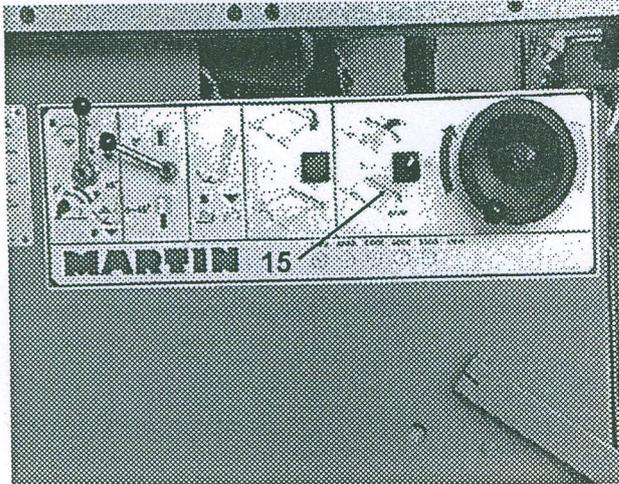

Bild 4.9
- Die Einstellung der Schnittbreite von links erfolgt durch Drehen des Handrads (Bild 4.9) nach dem Lösen der pneumatischen Klemmung mit dem Schalter 15 (Bild 4.9).